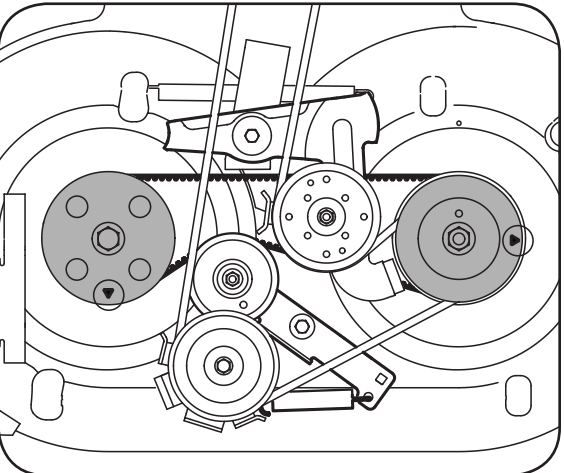

Figure 5-7
2. Une flèche est dessinée sur le dessus de la poulie de chaque fusée. Voir la Figure 5-7. Les flèches doivent être perpendiculaires (à 90°) l'une par rapport à l'autre.